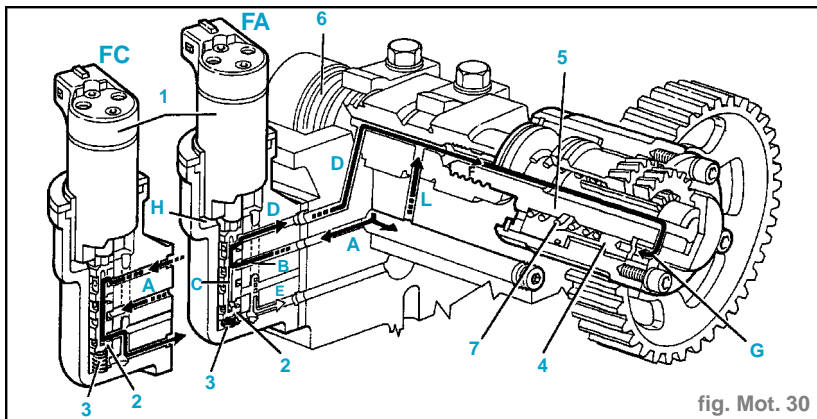

fig. Mot. 30
poussé par le ressort antagoniste (3), reste soulevé, empêchant ainsi à l'huile qui arrive de la canalisation (A), d'atteindre le déphaseur (fig. Mot. 30).